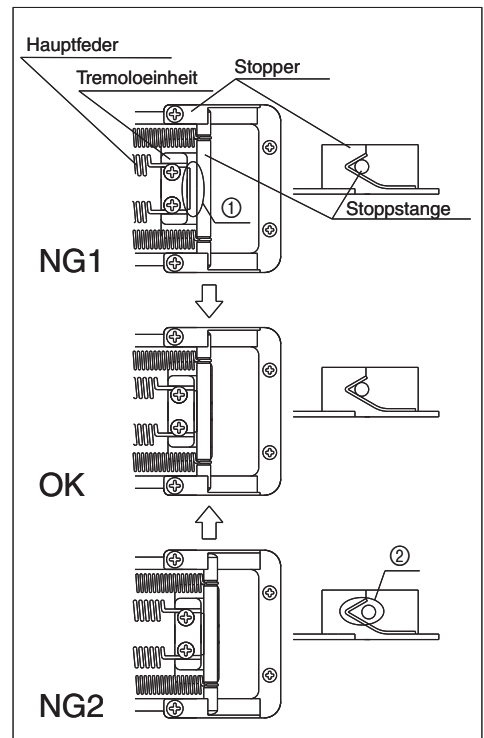

Abb. 40
Prüfen Sie im gestimmten Zustand, dass die Stoppstange den Tremoloblock und den Stopper berührt (Abb. 40 OK).
Wenn die Stoppstange den Tremoloblock nicht berührt (Abb. 40 NG1-①), drehen Sie die Einstellschraube der Hauptfeder gegen den Uhrzeigersinn und lösen Sie die Hauptfeder.
Wenn die Stoppstange nicht den Stopper berührt (Abb. 40 NG2-②), drehen Sie die Einstellschraube für die Hauptfeder im Uhrzeigersinn und ziehen Sie die Hauptfeder fest.